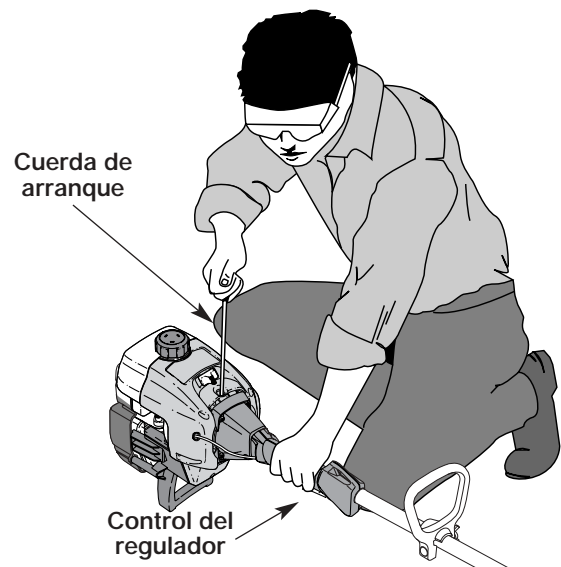

Fig. 8
ADVERTENCIA: Evite los arranques accidentales. Colóquese en posición de inicio cuando tire de la cuerda de arranque (Fig. 8). El operador y la unidad deben estar en una posición estable al arrancar la unidad para evitar graves lesiones personales.
5. Con la unidad en posición de arranque (Fig. 8), apriete el control de aceleración a la posición abierta (aceleración completa). Tire la cuerda de arranque 5 veces vigorosamente mientras permanece en la posición de obturación **COMPLETA (A |—|)** position. Si el motor intenta funcionar antes del quinto tirón, proceda al paso 6.
7. Tire de la cuerda de arranque rápidamente de 1 a 3 veces para arrancar el motor (Fig. 8).
1. Saque la mano del control del regulador (Fig. 8). Deje enfriar el motor en marcha en vacío.